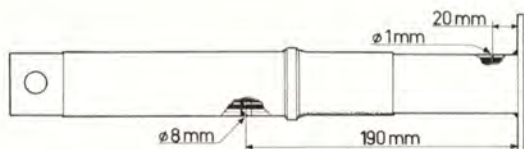

Bild 8-42. Avtappning av gas i krockdämpare (Fichtel & Sachs)
**Fichtel & Sachs:** Lagg dämparen vågrätt och borra ett hål med 1 mm diameter ca 20 mm från dämparens ände, bild 8-42. Borra därefter ett hål med 8 mm diameter 190 mm från dämparens ände. Hålen ska vara placerade i 180° vinkel mot varandra.